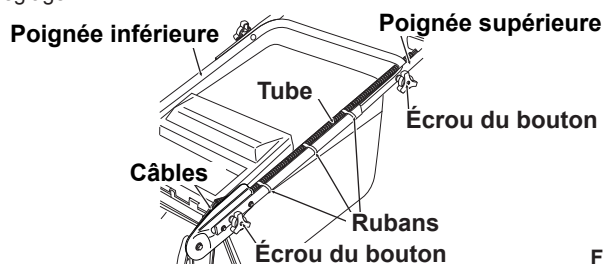

Fig. 1
1. Installez la poignée inférieure sur la machine (avec deux écrous du boutons). (Voir Figs. 1 et 2)